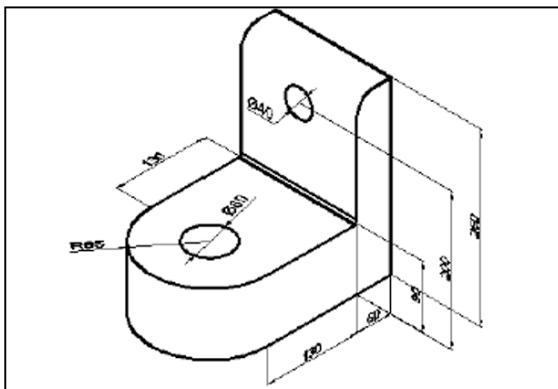

Рис. 6.3. Модель
**Задание.** Сформировать твердотельную геометрическую модель объекта (рис. 6.3), выполнить скругление и построить фаски на соответствующих поверхностях; выполнить заданные сечения и разрез; сформировать компоновку листа для распечатки с видом, разрезом и аксонометрией.